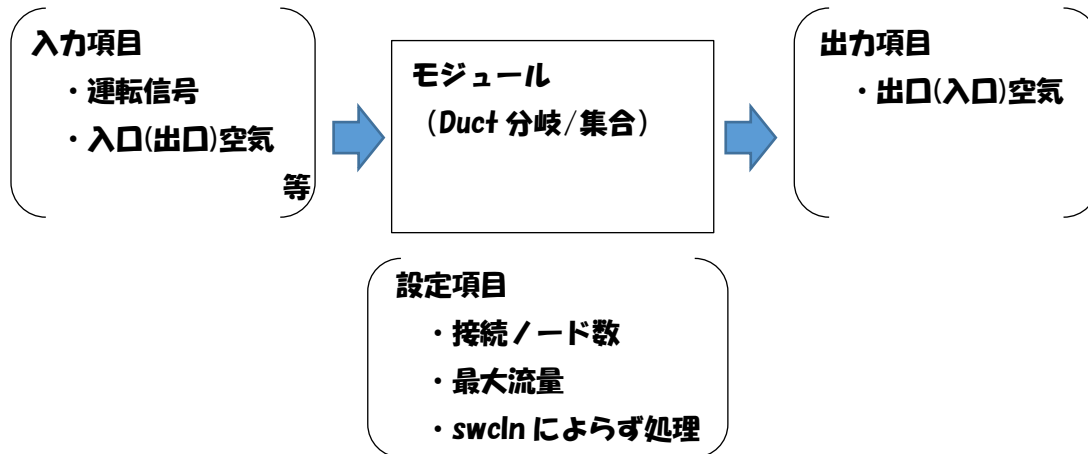

図 3 ダクトモジュール
(4) スペック入力項目(図 3 における設定項目)
(5) シーケンス接続(図 3 における入力項目、出力項目)